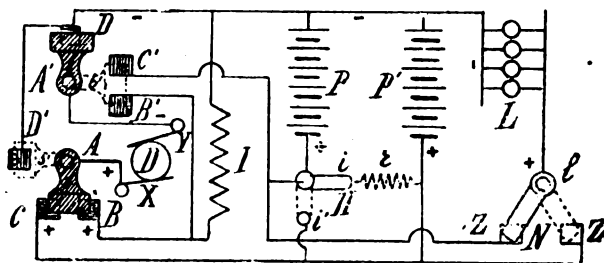

Fig. 2.
- I serrafili  $B, C, D, B', C', D'$  (fig. 2) sono isolati fra loro e nessuno comunica con le spazzole;